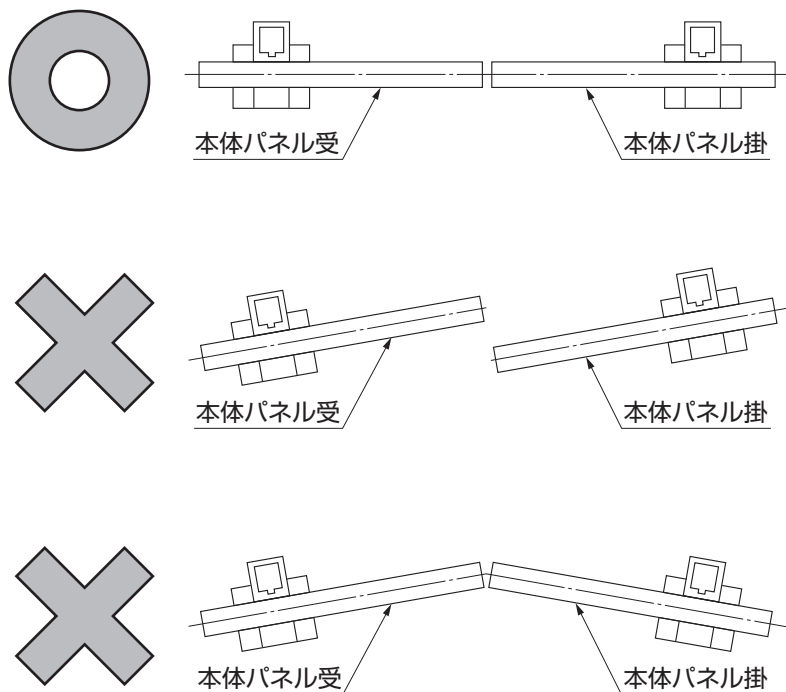

図9-1
- ① 本体パネル掛と本体パネル受の通りが一直線になっていることを確認してください。(図9-1参照)